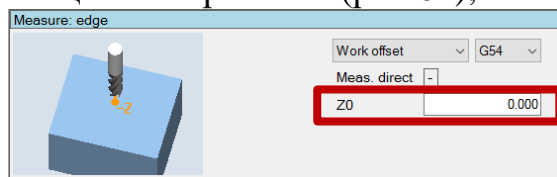

Рис.62. Поле «Z0»
7. При использовании концевой меры длины в поле «Z0» ввести значение длины концевой меры в мм (рис.62);